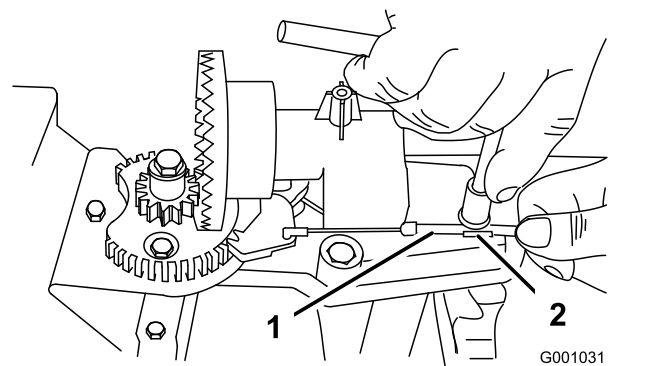
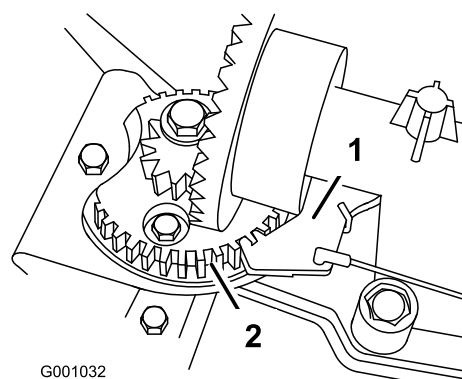

Figure 40
Figure 41
2. Desserrez le boulon du serre-câble (Figure 40).
3. Saisissez la gaine du câble et déplacez-la vers l'avant de la machine jusqu'à ce que le cliquet de verrouillage de la goulotte d'éjection s'engage complètement dans les dents du secteur (Figure 40 et Figure 41).
**Remarque:** Le cliquet est rappelé par ressort et s'engage naturellement dans les dents du secteur (Figure 41).